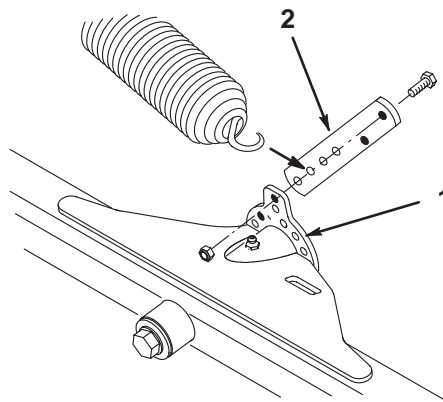

図 15
1. 各カuttingユニットの昇降タブの後面の内側部分に、スプリング・アンカーを取り付ける (図15；キャップスクリュー (1/4 × 3/4) 2個とロックナットを使用する)。
2. 前カuttingユニットでは、スプリング・アンカーについている穴のうち一番下から2番目の穴 (No.3) にスプリングを引っ掛ける (図15)。